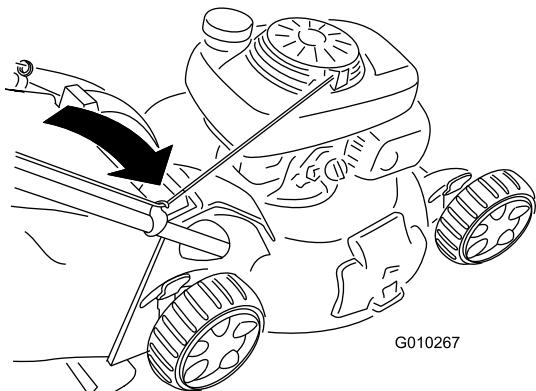

Bild 27
- Verlegen Sie das Starterkabel um die untere Kabelführung (Bild 27).